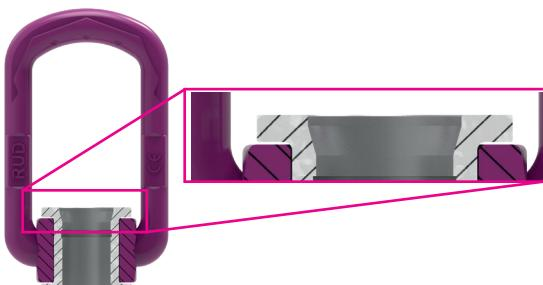

Fig. 9: VLBG-PLUS snittegning. Den øvre bøssingen har en skrå innføringsflate
- Stikk skruen inn i den bøssingen som har skrå innføringsåpning (se fig. 9).